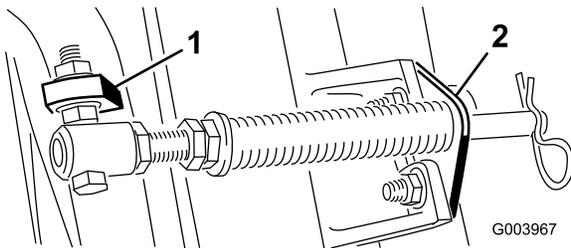

图5
注意： 将螺栓头朝向凸耳外侧，如 图5 所示。
D. 使用车身螺栓和螺母将杆支架固定到滚刀组凸耳上（图5）。